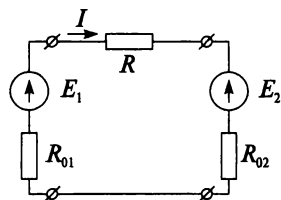

Рис. 3.26
Рассмотрим неразветвленную электрическую цепь (рис. 3.26), содержащую потребитель с сопротивлением R и два источника с внутренними сопротивлениями R_{01} и R_{02} , ЭДС которых E_1 и E_2 направлены встречно.
Если обе ЭДС совпадают по направлению, то величина тока в такой цепи будет больше, а если они направлены встречно, то меньше. Направление тока в цепи совпадает с направлением большей ЭДС. Пусть $E_1 > E_2$, тогда ток в цепи направлен в сторону E_1 (см. рис. 3.26), при этом ЭДС E_2 называется *встречной или противо-ЭДС*.
Для цепи на рис. 3.26 источник E_1 работает в режиме генератора, а источник E_2 — в режиме потребителя.
10. Для цепи (см. рис. 3.26) определить напряжения на зажимах источников, если $E_1 = 25$ В, $E_2 = 10$ В, $R = 5$ Ом, $R_{01} = R_{02} = 0,2$ Ом.